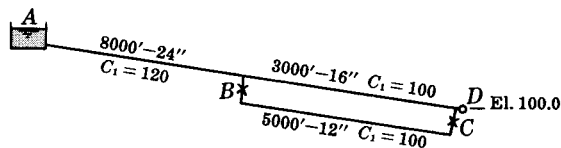

Fig. 8-16
36. (a) En la Fig. 8-16, la presión en D es de 2,10 kg/cm², cuando el caudal suministrado desde el depósito A es de 250 l/seg. Las válvulas B y C están cerradas. Determinar la elevación de la superficie libre del depósito A . (b) El caudal y la presión dados en (a) no se cambian, pero la válvula C está totalmente abierta y la B solo parcialmente.